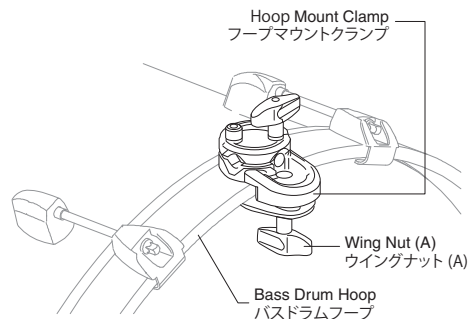

Fig. 1 / 図1
1. Loosen the Wing Nut (A) on the Hoop Mount Clamp and attach the Clamp to the Bass Drum Hoop as shown. Tighten the Wing Nut to secure (Fig.1).
フープマウントクランプのウイングナット (A) をゆるめ、図のようにフープマウントクランプをバスドラムフープにはさみこみ、ウイングナット (A) を締めて固定します (図 1)。